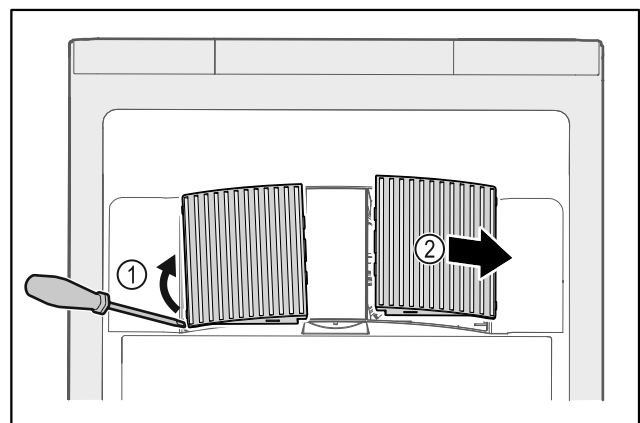

Fig. 171
- ▶ Scoateți cu grijă capacele ventilatoarelor de pe partea laterală Fig. 171 (1) și scoateți-le spre partea din față Fig. 171 (2).